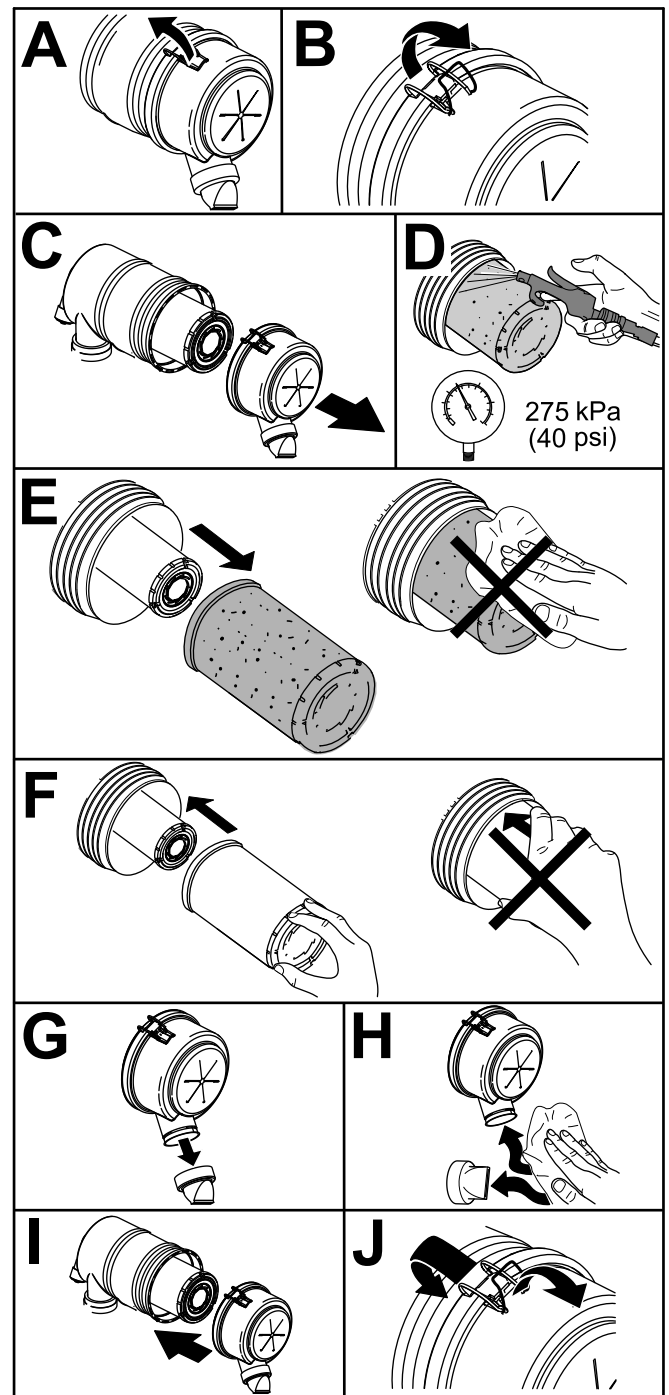

Bild 52
1. Wechseln Sie den Luftfiltereinsatz aus (Bild 52).